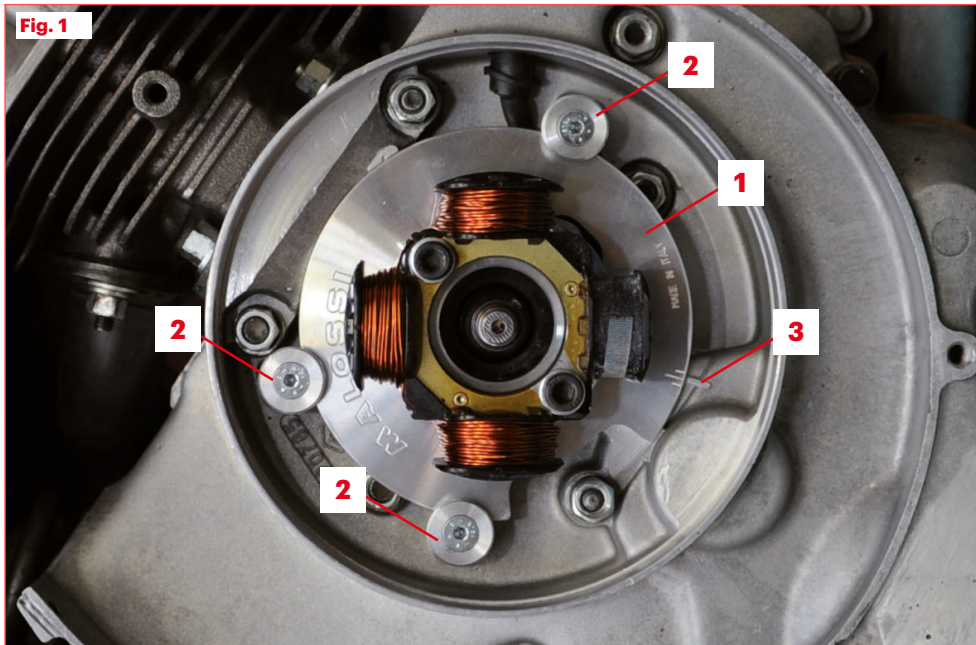

Fig. 2
- Montez le ventilateur en employant les 4 vis Allen et les douilles spéciales fourni dans le kit **(Fig. 2, part. 4)**.